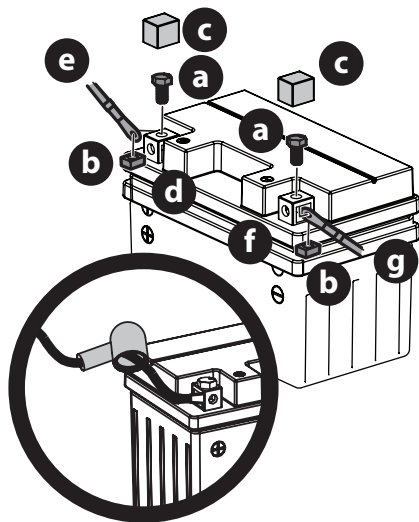

Figure 14
1. Retirez les boulons hexagonaux (a) et les écrous carrés (b) situés à l'extrémité du faisceau de fils électrique ou dans le sac avec ce manuel. Gardez la quincaillerie pour utilisation ultérieure (Figure 14).
2. Placez la gaine en caoutchouc rouge au-dessus de la borne positive de la batterie pour aider à la protéger contre la corrosion (encadré de la Figure 14).
3. Enlevez le couvercle en plastique (c), si équipé, de la borne positive (d) de la batterie et attachez le câble rouge (e) à la borne positive (b) de la batterie avec le boulon (a) et l'écrou carré (b) retirés à l'étape 1. Utiliser un tournevis Philips (Figure 14).
4. Enlevez le couvercle en plastique (c), si équipé, de la borne négative de la batterie (f) et attachez le câble noir (g) à la borne négative de la batterie (f) avec le boulon (a) et l'écrou carré (b) (Figure 14).